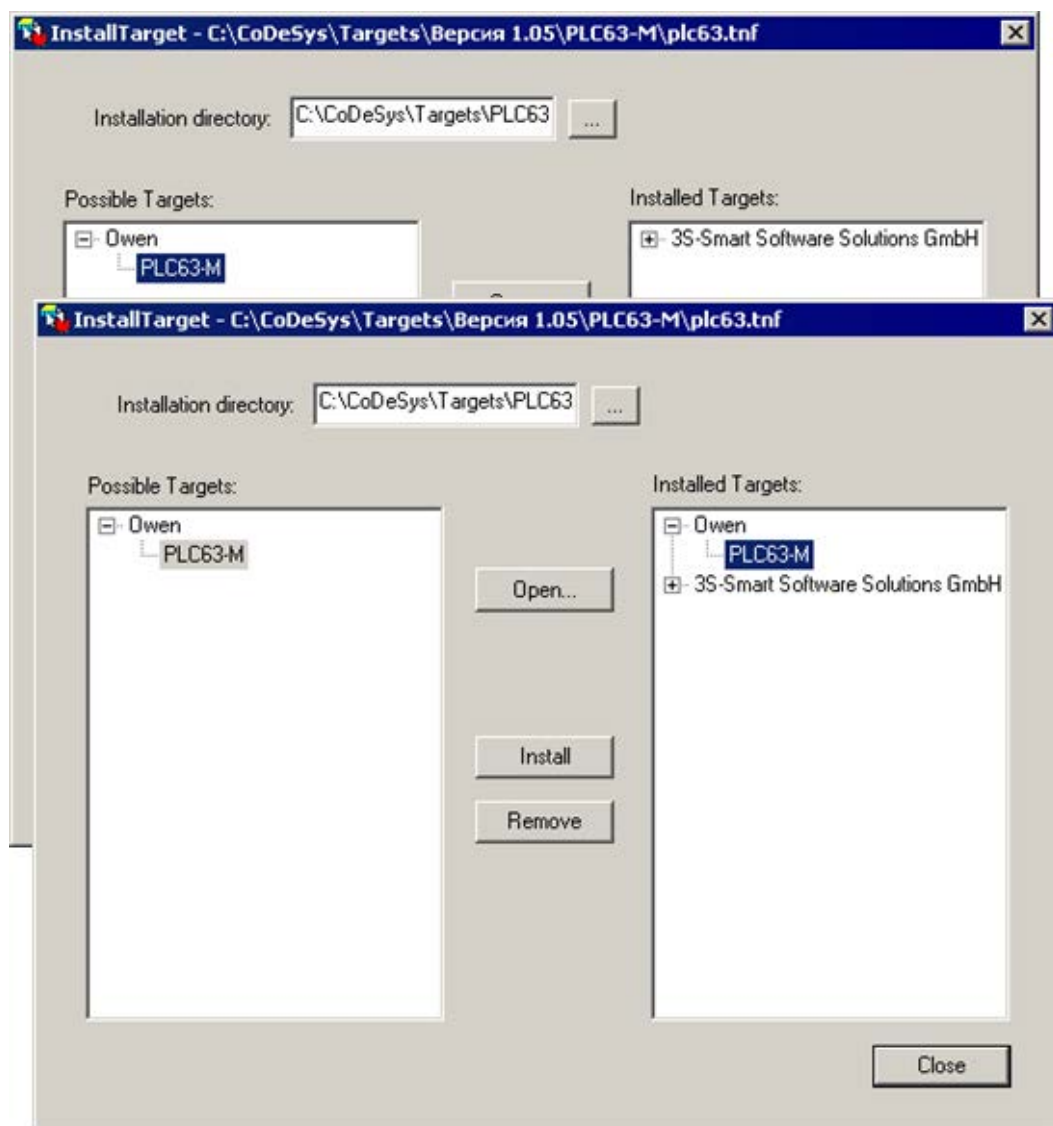

Рисунок 3.1 – Окно «InstallTarget» утилиты InstallTarget
- 2) В открывшемся окне утилиты «InstallTarget» окне (рисунок 3.1) – нажать кнопку «Open (Открыть)».
В поле «Installed Targets» отобразится перечень ранее установленных файлов (см. рисунок 3.1).
- 4) После того, как требуемый Target-файл выделен, следует нажать кнопку «Install». Target-файл будет инсталлирован на используемый ПК. В поле «Installed Targets» он отобразится в перечне установленных файлов (см. рисунок 3.1).